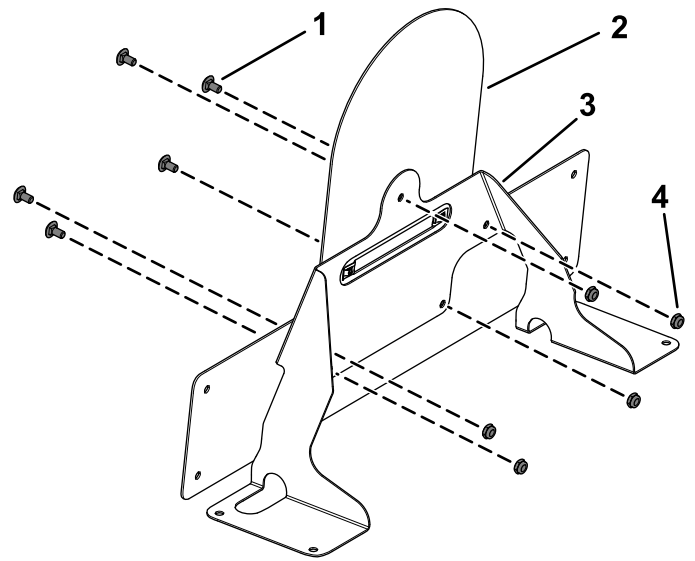

Figure 22
8. Fixez le support du panneau de vitesse sur le support de feu de position à l'aide de 5 boulons de carrosserie (1/4" x 1/2") et 5 contre-écrous (1/4"), comme montré à la Figure 22.